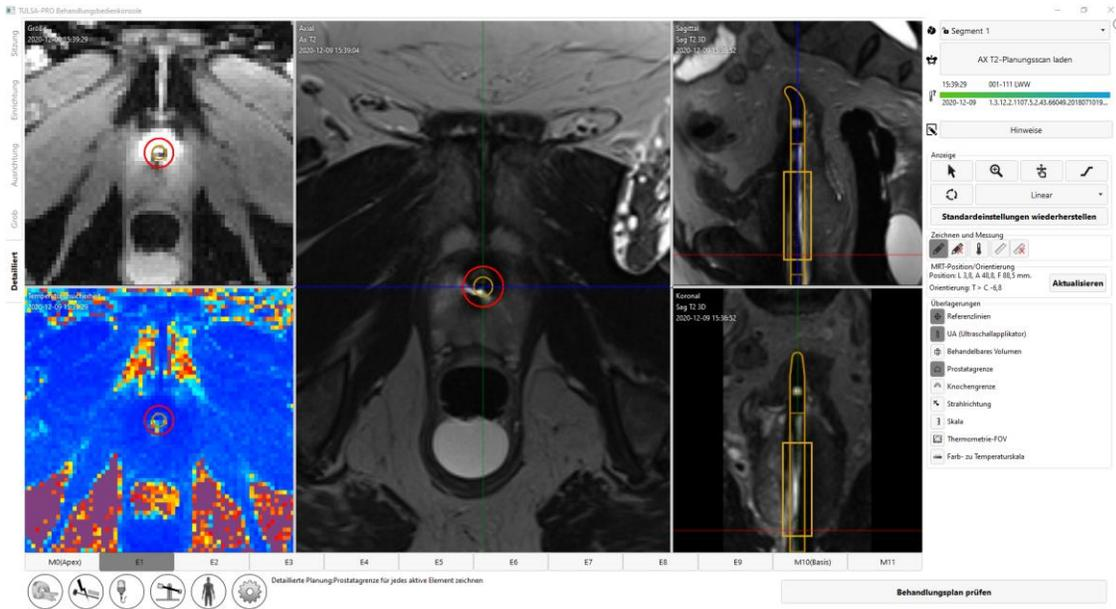

Abbildung 43: Arbeitsbereich „Detaillierte Planung“ mit Thermometriestärke und Temperaturunsicherheit
4. Der TDC sollte die Thermometriebilder automatisch empfangen. Nach dem Empfang der Thermometriescans werden die Ansichten „Größe“ und „Temperaturunsicherheit“ angezeigt, um die Behandlungsplanung (*Abbildung 43*) zu erleichtern.
Radiologe: Verwenden Sie ... **Scan laden**, um das AX T2-Bild zu laden. Nach dem Laden der Thermometrie-Scans werden zum Erleichtern der Behandlungsplanung die Ansichten **Größe** und **Temperaturunsicherheit** angezeigt (*Abbildung 43*).